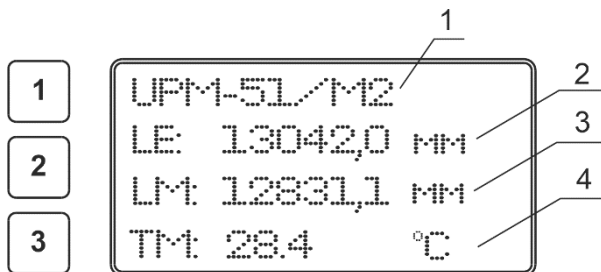

Рисунок 2.3 – Основной индикатор БПРС-51
2.3.5.1 Основной индикатор (рисунок 2.3) представляет собой графический OLED-индикатор с разрешением 128x64 точки.